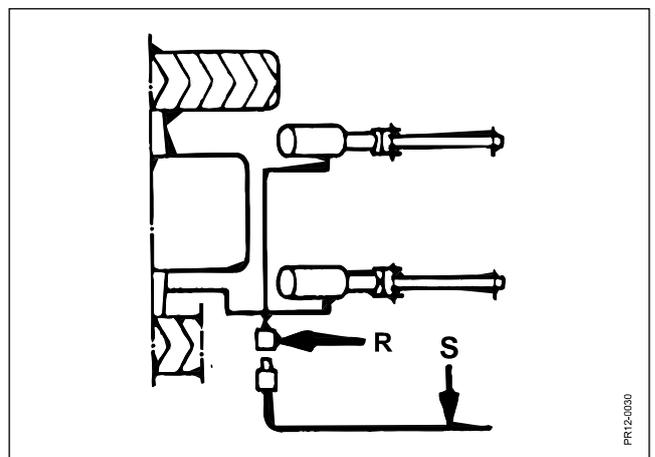

Fig. 2-10
**Fig. 2-10** 2) Ein T-Stück **R** wird in-line auf die Hydraulik des Frontlifts montiert, worauf eine Kupplungsbüchse montiert wird. Hiernach kann der Schlauch von **S** vom Hubzylinder direkt darauf montiert werden.